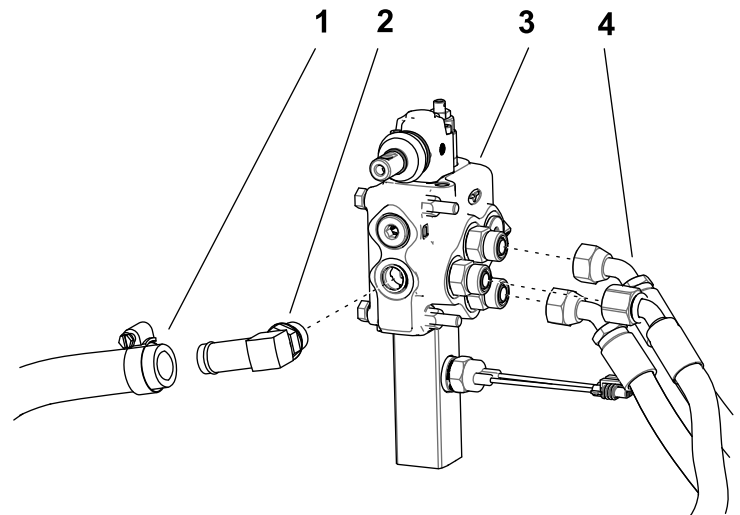

Bild 10
4. Schließen Sie die drei Druckschläuche von den geraden Anschlussstücken an der Seite des Hilfsventils ab (Bild 10).
5. Lösen Sie die Schlauchklemme, um den Rücklaufschlauch abzuschließen, der am Krümmer an der Rückseite des Hilfsventils befestigt ist (Bild 10).
7. Nehmen Sie den Krümmer an der Rückseite des Hilfsventils ab (Bild 10).
3. Markieren Sie die drei in Bild 10 abgebildeten Druckschläuche und Anschlüsse mit den entsprechenden Anschlussstellen, damit Sie sie später an den richtigen Anschlüssen montieren.